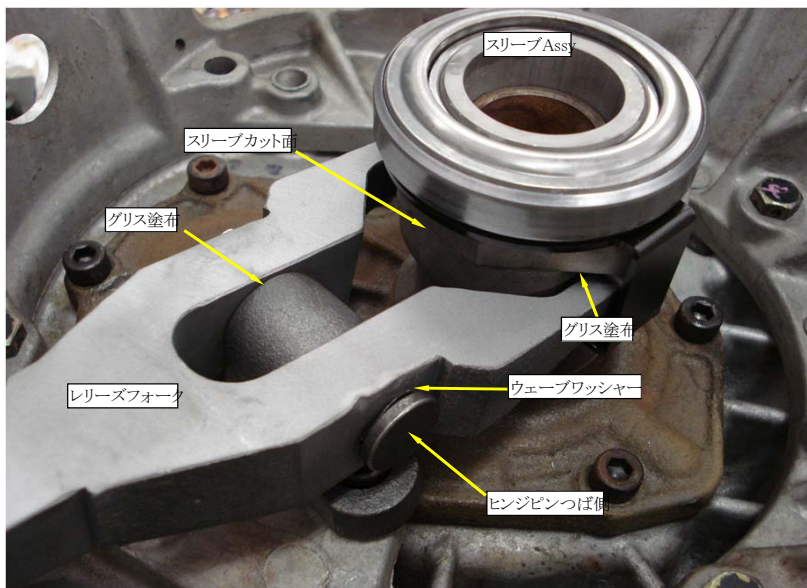

図2
**注意** 9. ヒンジピンにモリブデングリスを塗布し、スリーブのカット面をフォーク側に向けてレリーズフォークの爪がスリーブAssy.のつば部に入るようにサポートに取り付けて下さい。(図2)